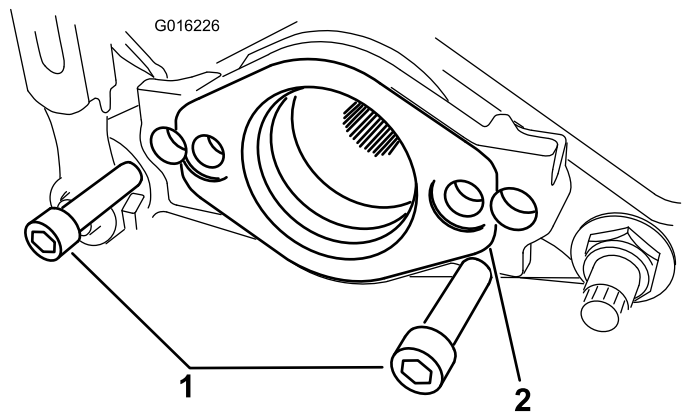

Figura 5
8. Si se instala este kit en una máquina TriFlex, retire los 2 pernos que sujetan el soporte del motor a la unidad de corte. Retire el soporte del motor (Figura 5).